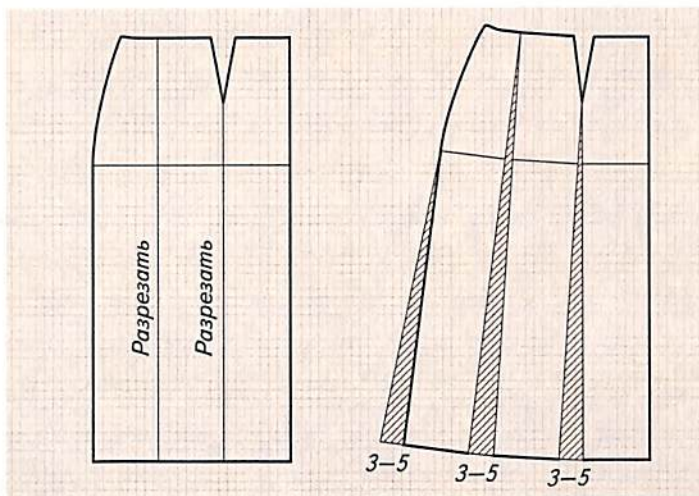

Рис. 39. Моделирование юбки за счёт частичного закрытия вытачки и раздвижки выкройки
3. Юбка сильно расширена за счёт частичного закрытия вытачки и раздвижки выкройки. На выкройке нужно продлить вниз осевую линию вытачки до низа, затем расстояние от этой линии до линии бока разделить пополам и провести ещё одну вертикальную линию. Разрезать выкройку по этим линиям, части выкройки раздвинуть веером на 3–5 см, при этом вытачку закрыть частично (рис. 39).